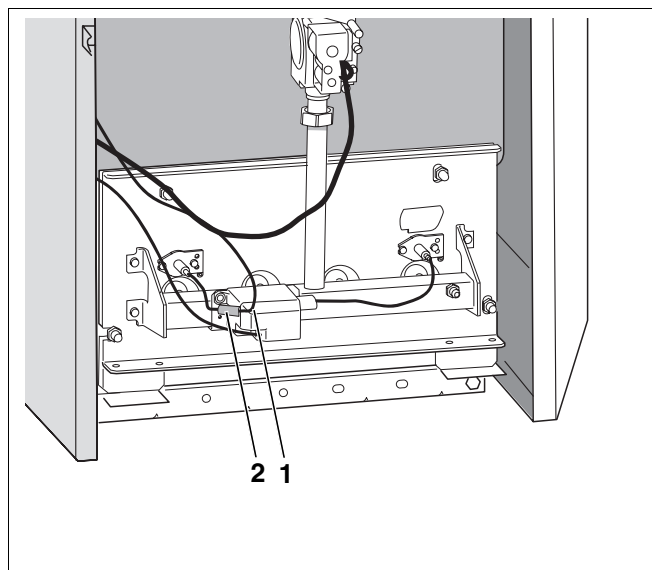

Fig. 32 Îndepărtarea protecției la atingere
- Se înlătură protecția la atingere (Fig. 32, **Poz. 2**) de la cablul de supraveghere (Fig. 32, **Poz. 1**) și se scoate ștecherul.